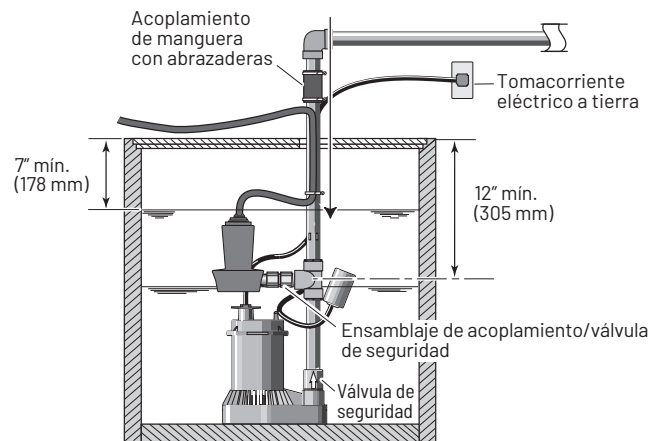

FIGURA 6: INSTALACIÓN DEL INTERRUPTOR DE FLOTADOR
- ◆ Cuando la luz de alerta del sistema NO esté parpadeando, consulte la Figura 6.